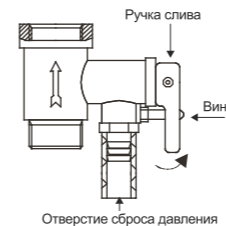

Рис. 9
6. Чтобы правильно слить воду из внутреннего бака, надо воспользоваться сливным отверстием (только для серии RE2) (для этого открутите заглушку, закрывающую сливное отверстие), также воду можно слить через комбинированный предохранительный клапан (рис.9) (для этого открутите винт ручки слива комбинированного предохранительного клапана и переведите ручку слива в верхнее положение, при это кран выхода горячей воды должен быть открыт, а кран подачи холодной воды в водонагреватель должен быть перекрыт).